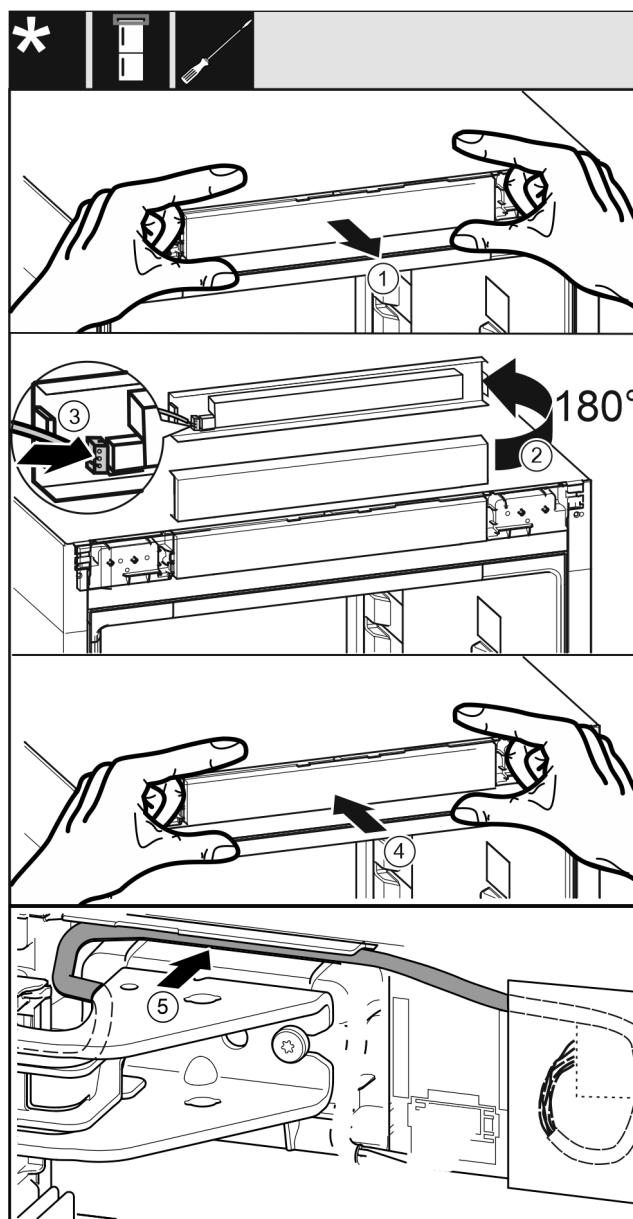

Fig. 38
- Óvatosan vegye ki a kezelőpanelt Fig. 38 (1).
- ▶ Fordítsa felfelé a kezelőpanelt Fig. 38 (2) 180°-kal.
- ▶ Pattintsa rá a dugót Fig. 38 (3) a kezelőelem paneljére.
- ▶ Pattintsa vissza a kezelőpanelt Fig. 38 (4) a készülékre.
- ▶ Vezesse el óvatosan a kábelt Fig. 38 (5) a felső csapágybak fölötti vezetősínben.